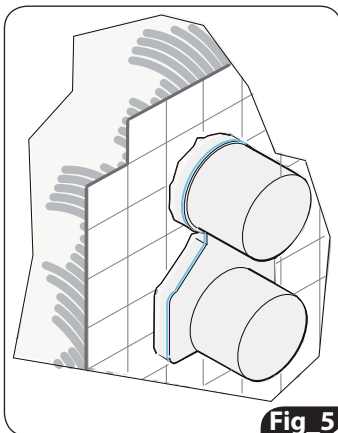

Fig 5
7. Clad the walls (Fig 5).
7. Verputzen (Abb. 5).
7. Réaliser le revêtement, voir Figure 5.